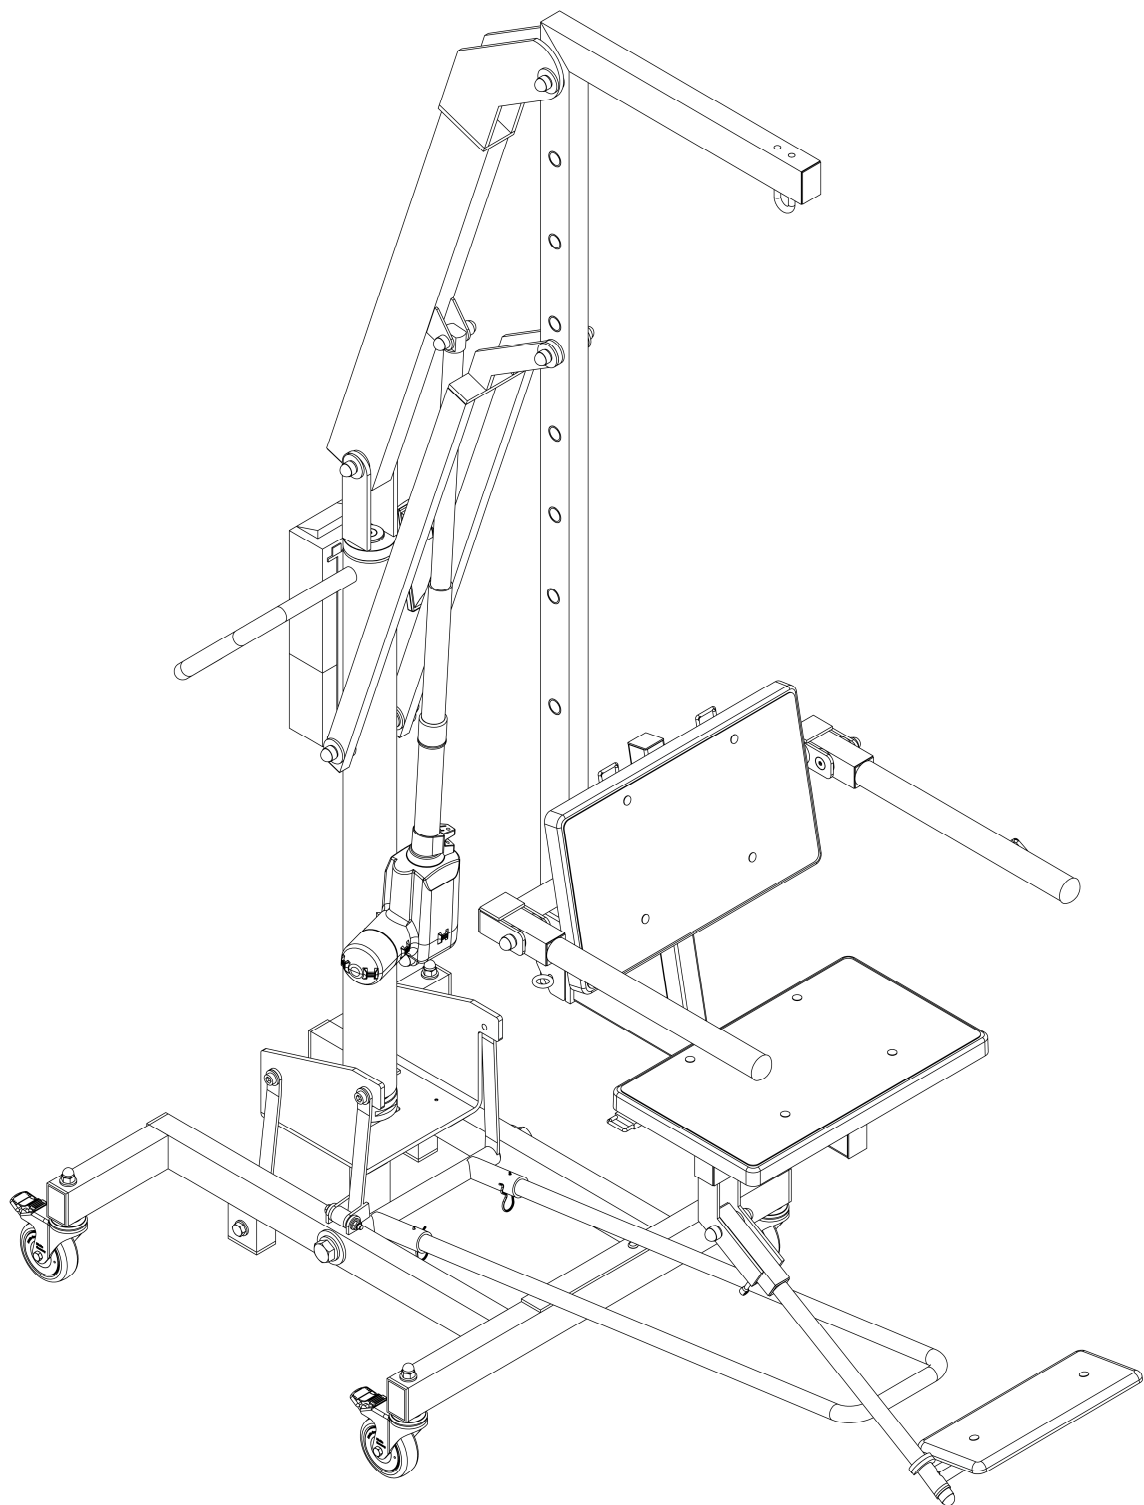

Abb. 6 - Transportposition
Zum Herausnehmen des Lifters befolgen Sie die o. g. Schritte in umgekehrter Reihenfolge. Bitte stellen Sie unbedingt sicher, dass sich der Lifter in der vorgeschriebenen Transportposition (siehe Abb. 6) befindet. Zum Transport müssen Sicherungsbügel (27/28) und Arretierung (30) sicher verschlossen sein.
- (26) Transportöffnung
- (27) Sicherungsbügel
- (28) Sicherungsstift
- (29) Hebel
- (30) Arretierung
- (31) Radbremsen